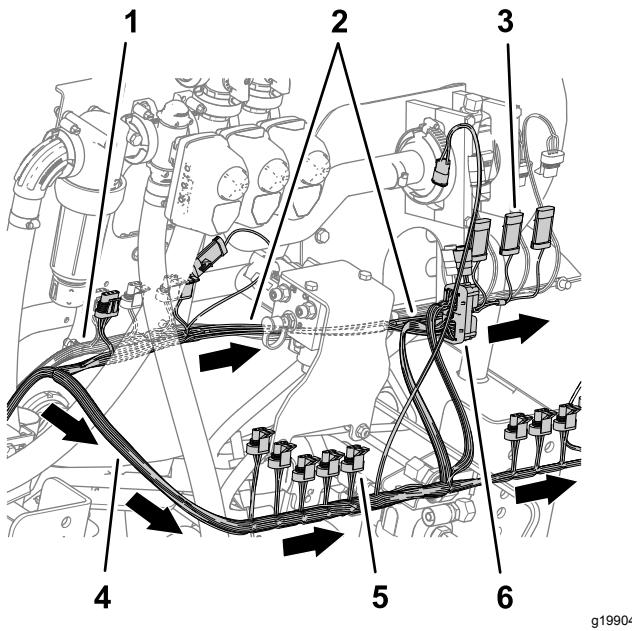

Figura 83
7. Nella parte posteriore della macchina, disponete la diramazione di 89 cm del cablaggio preassemblato davanti al collettore di sollevamento e a destra del flussometro, come illustrato nella Figura 83.
8. Disponete la diramazione di 102 cm del cablaggio preassemblato dietro al collettore di sollevamento e a destra, come illustrato nella Figura 83.